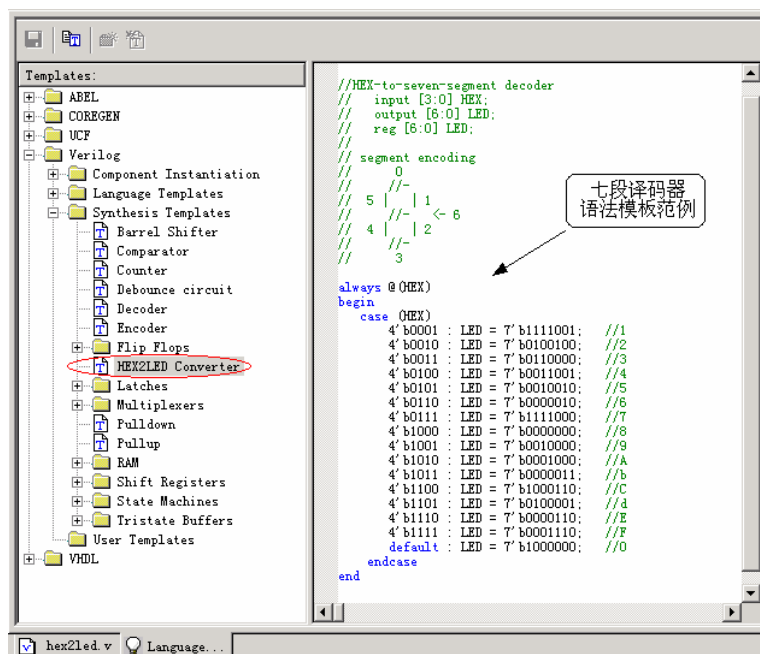

图9-40 七段译码显示语法模板范例
- (1) 单击 **语言模板** 按钮启动语言辅助模板。在模板分类目录中选择 Verilog 目录（使用 VHDL 综合流程的读者请打开 VHDL 目录），在综合模板（Synthesis Templates）分类下选择 HEX2LED Converter 模板，如图 9-40 所示。